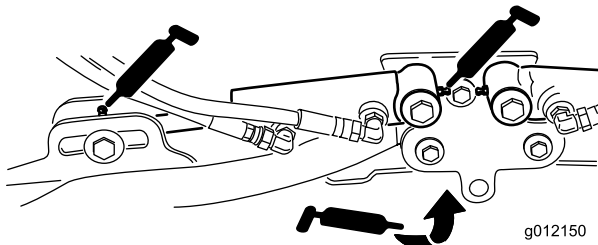

Figure 42
- Vérins des bras de relevage des plateaux de coupe (x 2) (Figure 42)
- Pivots des bras de relevage (x 1) (Figure 42)